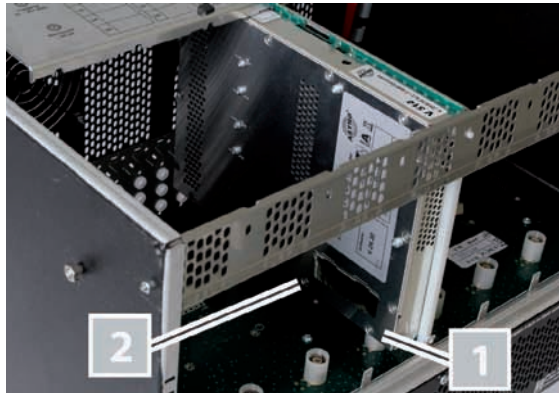

Bild 3: Einbauzustand der Steckkarte
Bild 3 zeigt die Steckkarte im Einbauzustand.
1. Stecken Sie den IEC Stecker [1] und die Stiftleiste [2] (siehe links) in einen der Steckplätze im Basisgerät, so wie es in Bild 3 zu sehen ist. Die Aufnahme für eine Steckkarte im Basisgerät besteht jeweils aus dem passenden Gegenstück der Anschlüsse an der Karte (also IEC Buchse und Federleiste).